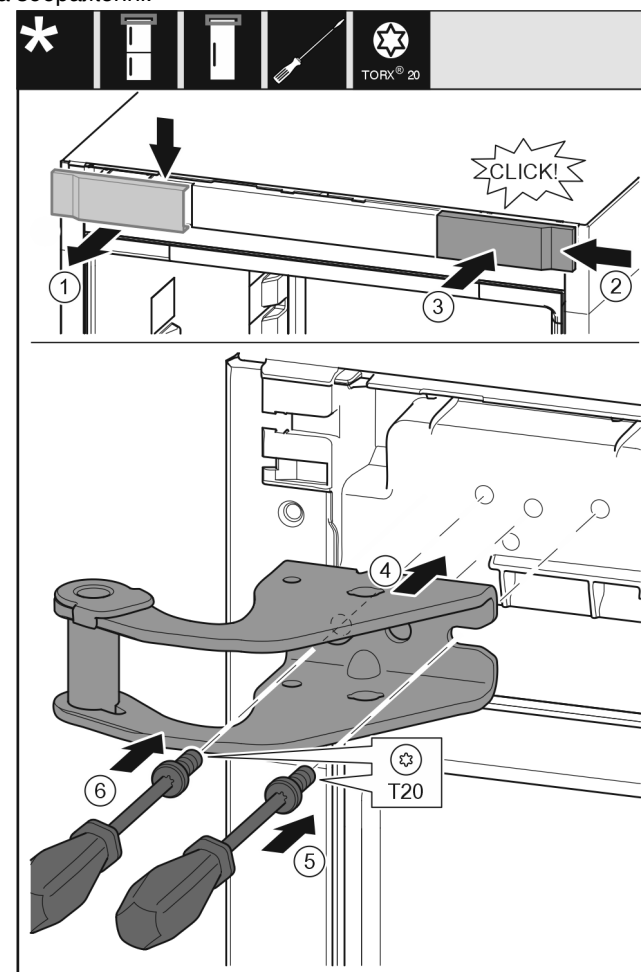

Fig. 19
- ▶ Зніміть кришку вгору вперед. Fig. 19 (1)
- ▶ Почепіть кришку, що повернута на 180°, з іншого боку праворуч. Fig. 19 (2)
- ▶ Зафіксуйте кришку. Fig. 19 (3)
- ▶ Встановіть верхній опорний кронштейн. Fig. 19 (4)
- ▶ Встановіть та закрутіть гвинт за допомогою викрутки T20. Fig. 19 (5)
- ▶ Встановіть та закрутіть гвинт за допомогою викрутки T20. Fig. 19 (6)